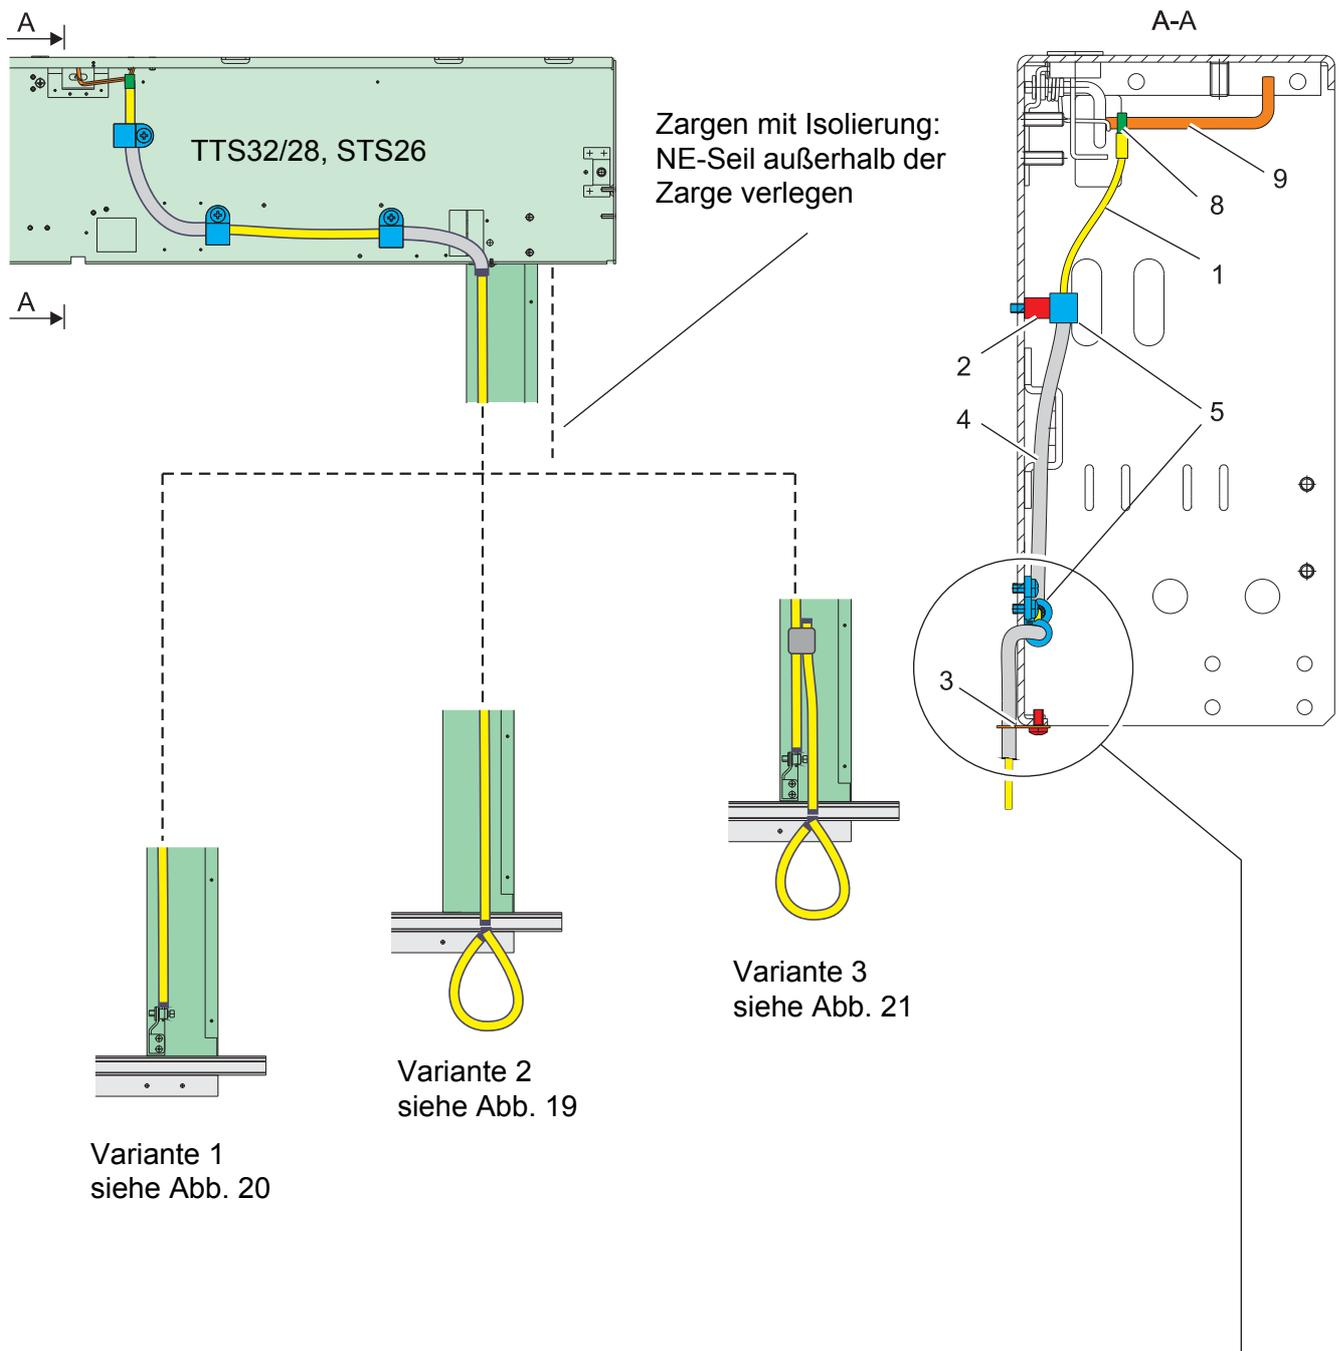
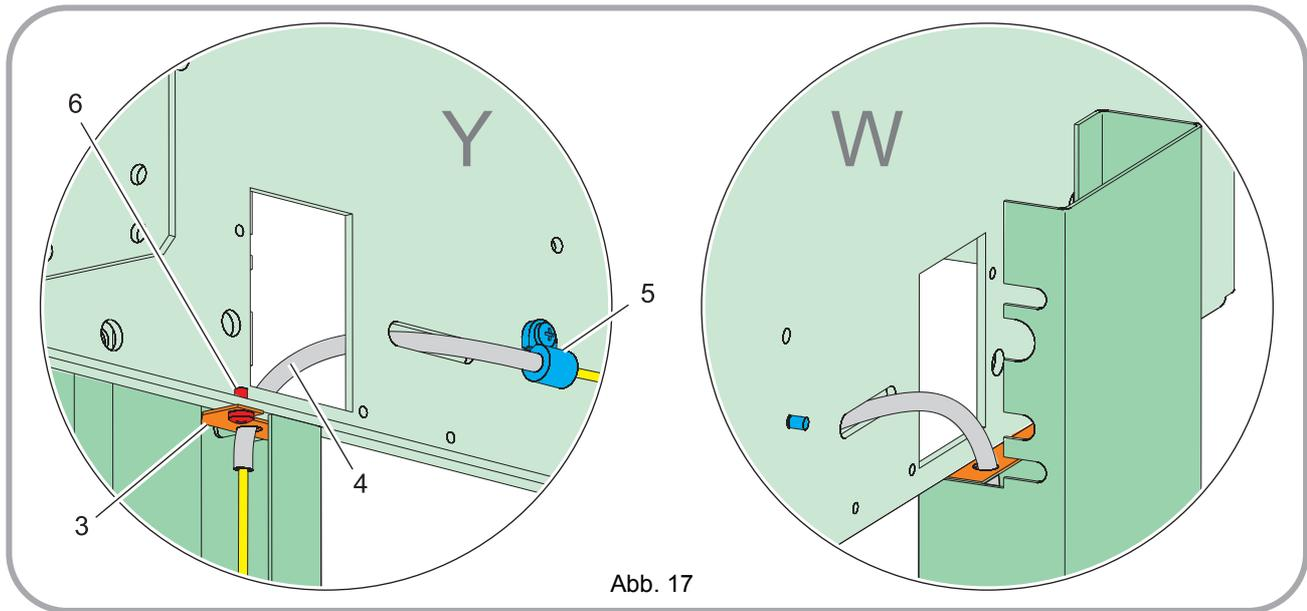
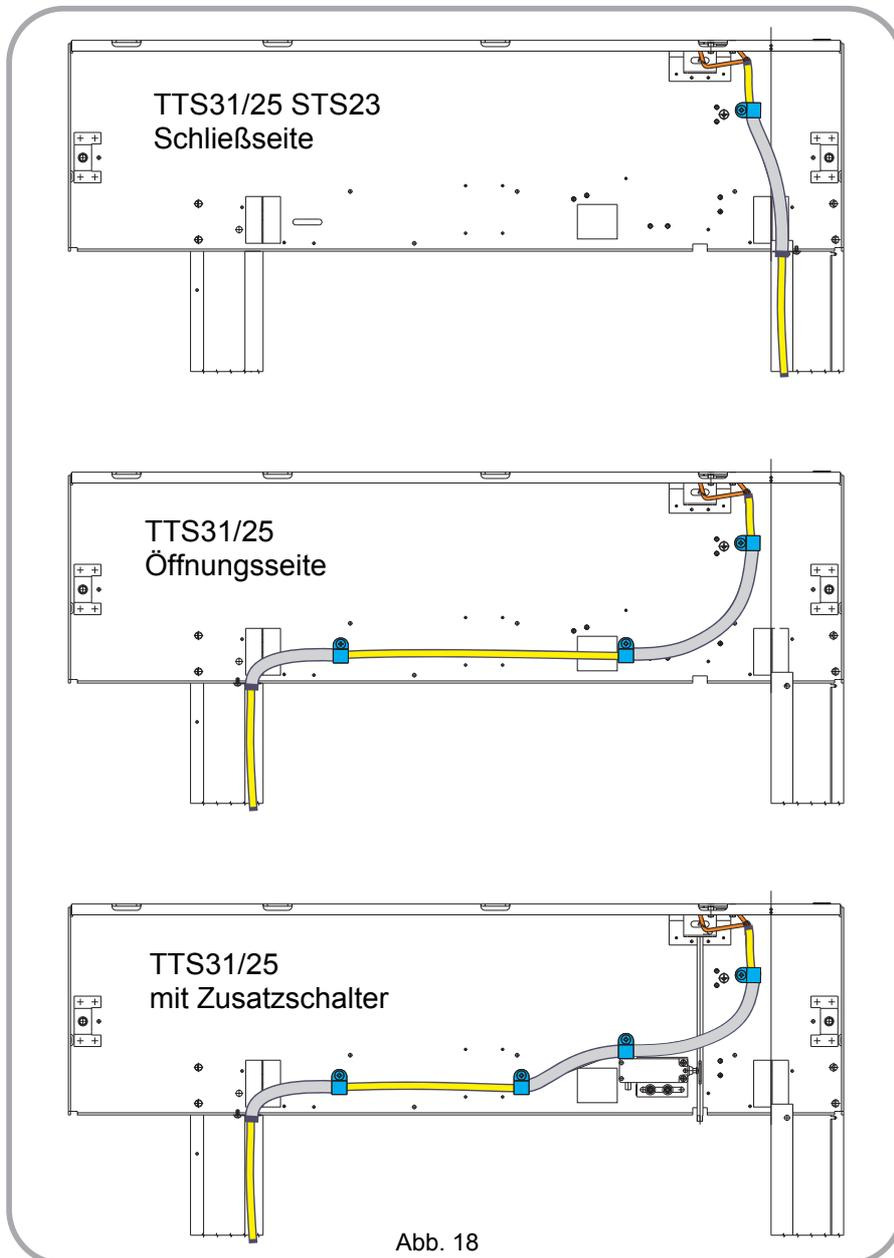

Abb. 16
Abb. 17
Abb. 18
- Blech (3) mit Zylinderschraube M4 (6) am Kämpferblech so befestigen, das es sich so beim Festziehen nicht verdrehen kann (Schnitt A-A, Ansicht Y und W in Abb. 17).
- Zugöse (8) des NE-Seils (1) auf Notentriegelungshebel (9) schieben
- NE-Seil wie dargestellt verlegen (je nach Türtyp und Ausführung, Abb. 16 / Abb. 18) mit Buchse (2), PA-Schlauch (4), Rohrschelle mit Schraube (5), Seilklemme (10). Größtmögliche Radien verlegen!
- Funktionskontrolle: Leichtgängigkeit NE-Seil und vollständiges Zurückstellen des Notentriegelungshebels (9) nach der Betätigung